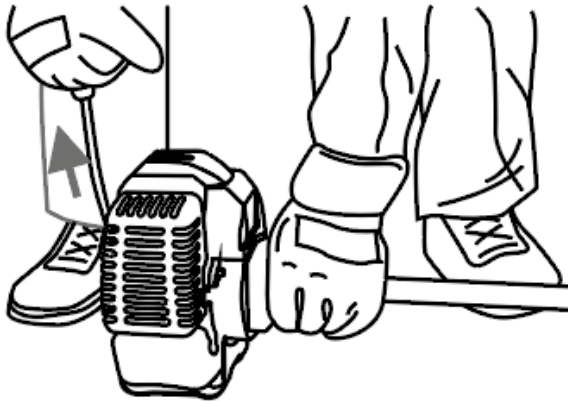

Рисунок 10. Схема розташування мотокоси під час запуску.
6. Утримувати мотокосу під час запуску двигуна, притиснувши її штангу до поверхні землі (рис. 10).